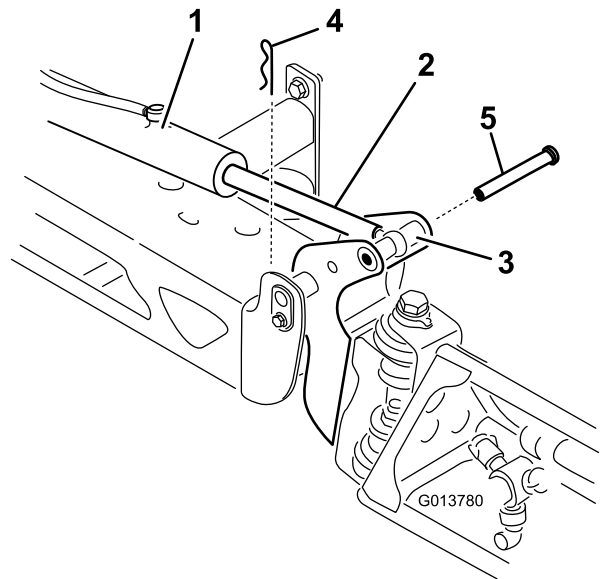

Bild 109
- Nehmen Sie den Splint vom Lagerbolzen ab (Bild 109).
- Heben Sie den Ausleger an und nehmen Sie den Stift ab (Bild 109), senken Sie den Ausleger dann langsam auf den Boden ab.
9. Halten Sie den Ausleger fest und stecken Sie den Stift durch das Auslegerscharnier und die Aktuatorstange (Bild 109).